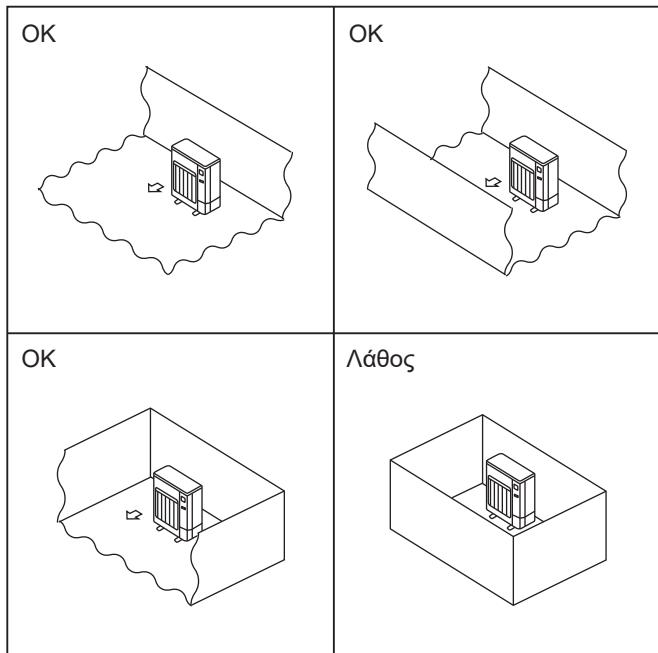

Fig. 2-1
- ◎ Εγκαθιστάτε τις εξωτερικές μονάδες σε χώρους όπου τουλάχιστον μία από τις τέσσερις πλευρές είναι ανοικτή και σε επαρκώς μεγάλους χώρους χωρίς συμπιέσεις. (Fig. 2-1)